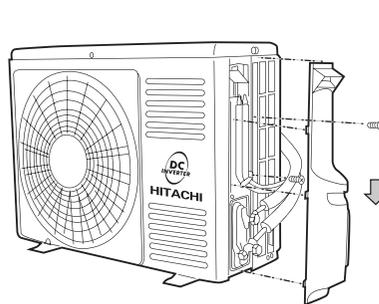

图 21
(1) 将右侧板上边盖拆开。(如图21)
(2) 将截止阀的纳嘴与密封帽拆开。